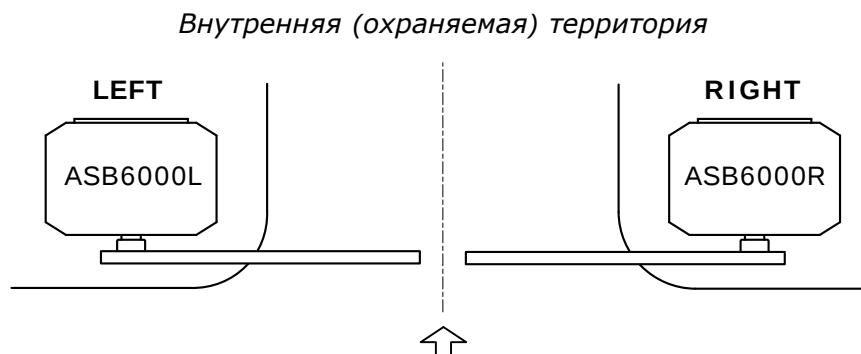

Рисунок 1. Исполнение шлагбаума
- Определите место, в которое будет установлено каждое устройство шламбаумной системы. Пример типовой схемы автоматизации дорожного проезда - Рисунок 3. Место установки шламбаума определите в соответствии с исполнением (Рисунок 1). Места установки устройств управления определите вместе с пользователем (владельцем).